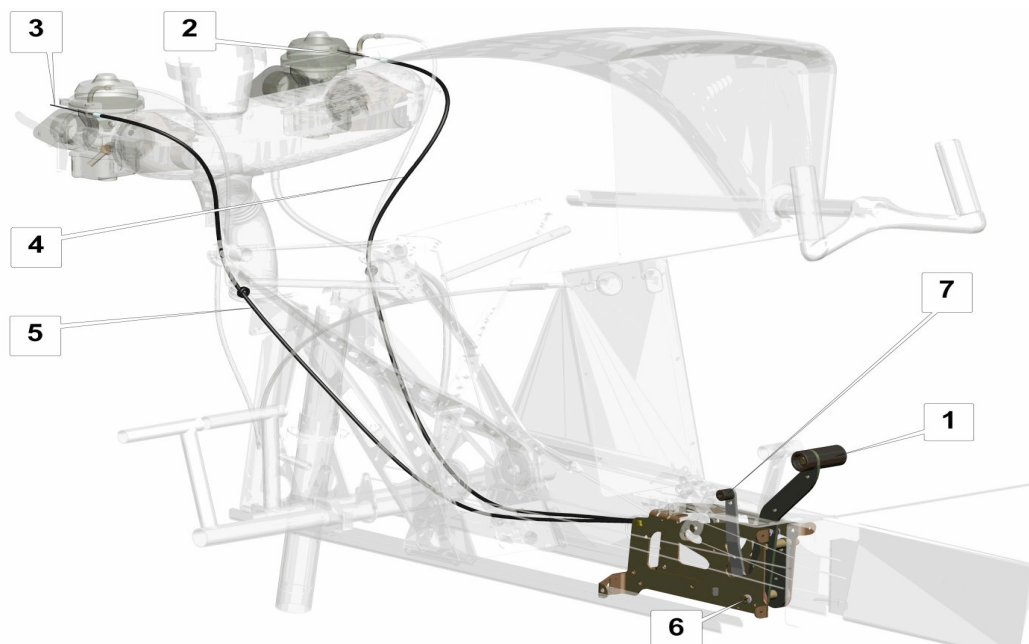

Fig. 9 Commande de puissance moteur
Le contrôle de puissance moteur (**Fig.9**) s'effectue grâce à une manette des gaz (1) reliée par câbles aux bras de commande des carburateurs droit (2) et gauche (3). Les câbles passent au travers de gaines flexibles – droite (4) et gauche (5). La friction de la manette des gaz peut être ajustée au sol en serrant le boulon (6) ou en vol – en utilisant le levier de réglage de friction.